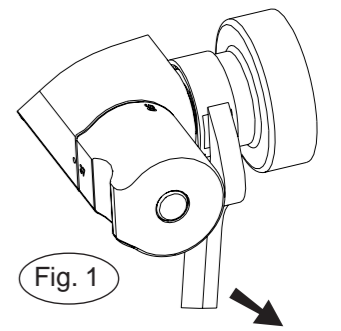

Fig. 1
**Válvula-filtros e válvula anti-volta** : Os filtros protegendo a torneira podem se entupir e reduzir o caudal. Neste caso os limpar molhando-os no vinagre quente depois de ter posto de lado a torneira. Um corpo estrangeiro pode impedir a fechada de uma das válvulas anti-volta situada nas porcas de ligação da misturadora termostática. Isso provoca uma intercomunicação de água quente o de água fria ao nível da instalação : É indispensável de remediar a isso procedendo a limpeza da maneira seguinte : ( fig.1 and 2)